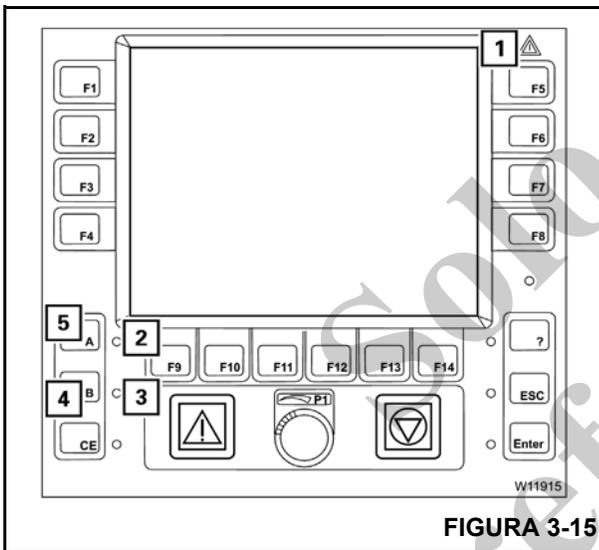

FIGURA 3-15
- el indicador de advertencia/error (1) (Figura 3-15)
- la luz del botón A (2).